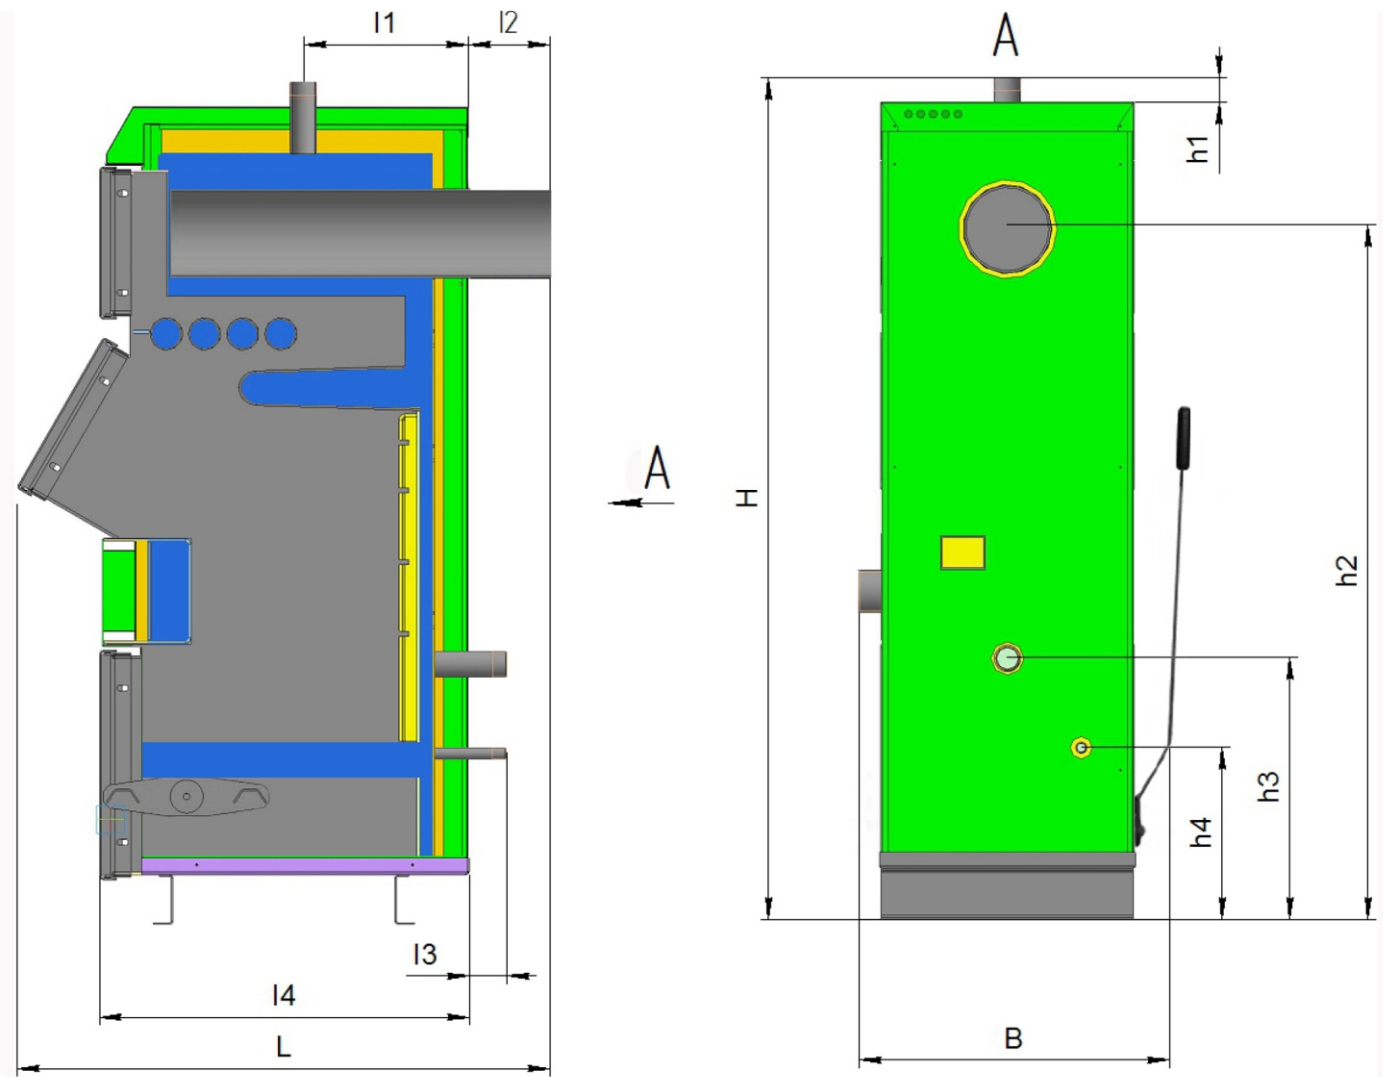

Рисунок 1. Габаритные и присоединительные размеры Котлов моделей LC 12-52
Габаритные и присоединительные размеры Котла (см. рис.1), мм:
Котел (рис.1) представляет собой стальной сварной теплоизолированный каркас, обшитый снаружи съемной декоративной облицовкой, все вместе образующие собой корпус, и устанавливаемый на собственных опорах (16). Внутреннее пространство имеет сложную конфигурацию, включает в своем составе трубчатый теплообменник (14), предназначенный для циркулирования теплоносителя (воды), листовые детали, образующие вместе со стенками каркаса камеру сжигания, воздухоподводящие каналы (на рисунке не показаны), (систему дымоудаления из Котла (9)). Внутри каркаса в нижней части расположены устройства: колосниковая решетка для размещения топлива (15), зольный ящик (5) для сбора и удаления золы, а также механизм очистки колосников от сажи (6). В нерабочем состоянии механизм (6) располагается в зольном ящике (5). Колосниковая решетка выполнена из труб гидравлического контура Котла и является неотъемлемой частью теплообменника (15). Снаружи Котел имеет дверцы для обслуживания Котла (11,12,13), патрубки для подсоединения к трубопроводам водяного контура системы отопления (1,2), патрубок для опорожнения теплообменника (3), штуцер для установки тягорегулятора (17), штуцер для установки термодатчика (19), а также педаль (7) для управления механизмом очистки колосников от сажи (6). По желанию заказчика педаль (7) может быть заменена на рычаг (на рисунке не показан).